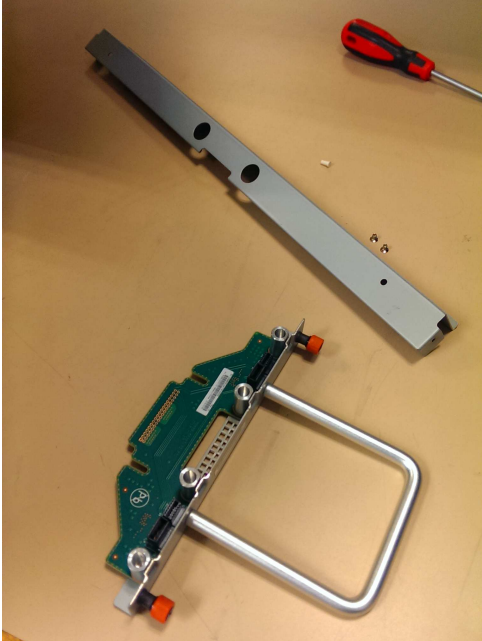

Abbildung 92. Teile der Lüfterschnittstellenplatine für Chassis
1. Legen Sie die neue Lüfterschnittstellenplatine einschließlich Abdeckung und Abdeckungsschrauben (siehe Abb. 92 auf Seite 101) an einer sicheren Stelle ab.